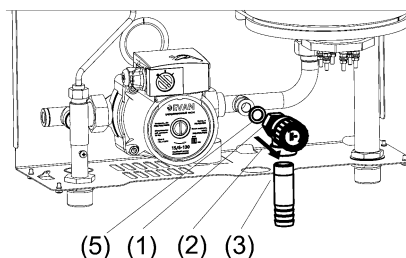

Рисунок 11. Замена предохранительного клапана
- (1) Открутите накидную гайку соединяющую напорный трубопровод и клапан (см. рис. 11).
- (2) Извлеките клапан из корпуса котла.
- (3) Выкрутите сгон из выходного канала клапана.
- (4) Вкрутите сгон в новый клапан, используя уплотнительный материал.
- (5) Установите новый клапан в корпус котла, при этом используйте новую уплотнительную прокладку.
- (6) Проверьте герметичность соединений и давление срабатывания клапана.